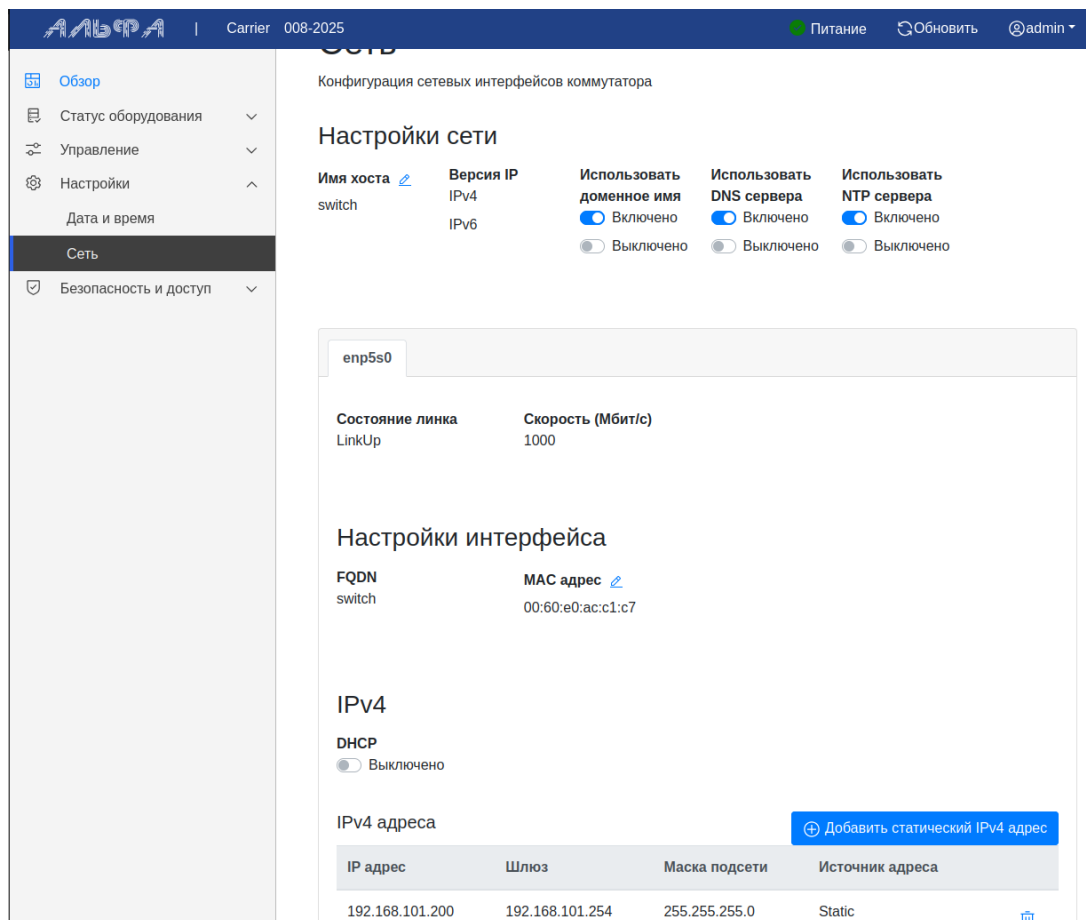

Рисунок 5 – Окно настройки сетевого подключения.
2) перейти в меню «Настройки->Сеть» (рис. 5);